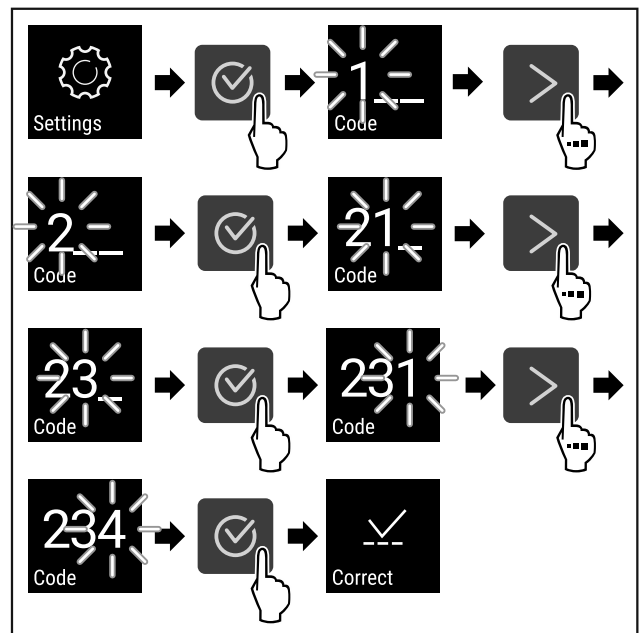

Fig. 71
- ▶ Handlungsschritte (siehe Fig. 71) durchführen. PIN-Code eingeben.